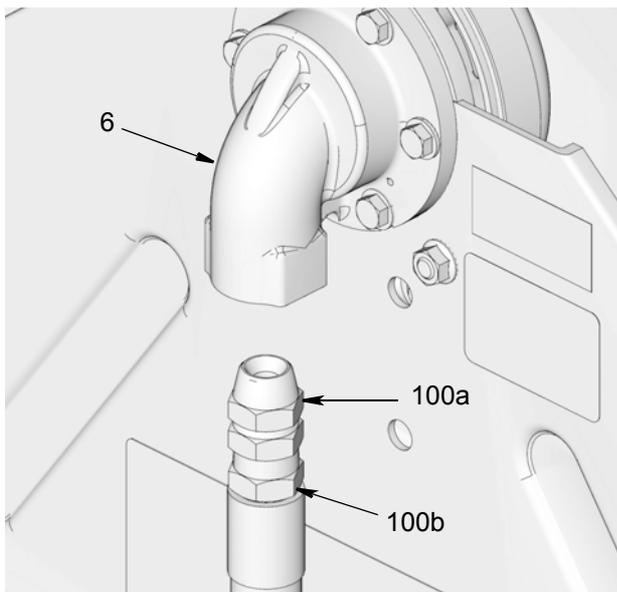

FIG. 4
2. Verbindungsadapter auf Einlass (6) (FIG. 4) anbringen.
3. Gewindedichtmittel auf die Gewinde (6) des Einlassschlauchs (100b) auftragen oder diese mit PTFE-Band umwickeln (FIG. 4) (bei Bedarf).
4. Verbindungsadapter (100a) auf Einlassschlauch (100b) (FIG. 4) anbringen. Mit Schlüssel Verbindung festziehen.